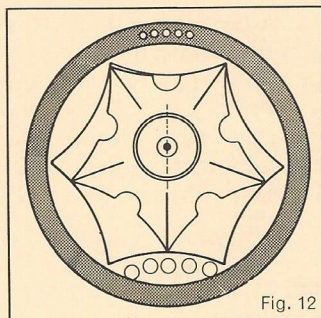

Fig. 12
Le français Dimitri Sensaud de Lavaud dépose un brevet pour une machine à piston rotatif avec engrènement à denture intérieure, carter délimité par une hypocycloïde interne et démultiplication 5/6. Avec l'appui des firmes Citroën et Renault et sur l'instigation du ministère de l'Air, les Ateliers de Batignolles construisent ce moteur. Malgré plusieurs modifications, il ne donna jamais sa puissance normale et fut abandonné trois ans plus tard, (figure 12).
*A Frenchman, Sensaud de Lavaud applied for a patent for a rotary-piston engine with internally meshing gears, housing outlined by an internal hypocycloid and a 5/6 reduction ratio. Backed by the firms of Citroën and Renault, and at the instigation of the French Air Ministry, the Batignolles shops built this engine. In spite of several modifications, it never produced its rated power and was abandoned 3 years later. (Fig. 12).*
Der Franzose Sensaud de Lavaud beantragt ein Patent für eine Drehkolbenmaschine mit innerer Verzahnung, Gehäuse mit innerer Hypozykloide und Übersetzungsverhältnis 5 zu 6. Mit Hilfe der Firmen Citroën und Renault und auf Anregung des Luftfahrtministeriums bauen die Werke von Batignolles diesen Motor. Trotz mehrerer Änderungen hat er niemals eine zufriedenstellende Leistung abgegeben und wurde drei Jahre später wieder aufgegeben (Abb. 12).